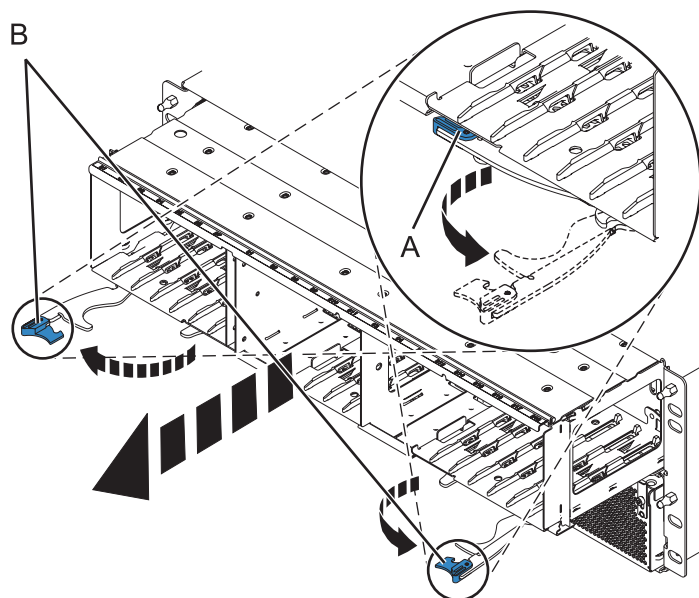

Figure 66. Retrait du fond de panier du boîtier
6. Retirez le fond de panier, comme illustré dans la figure 66, à la page 88.